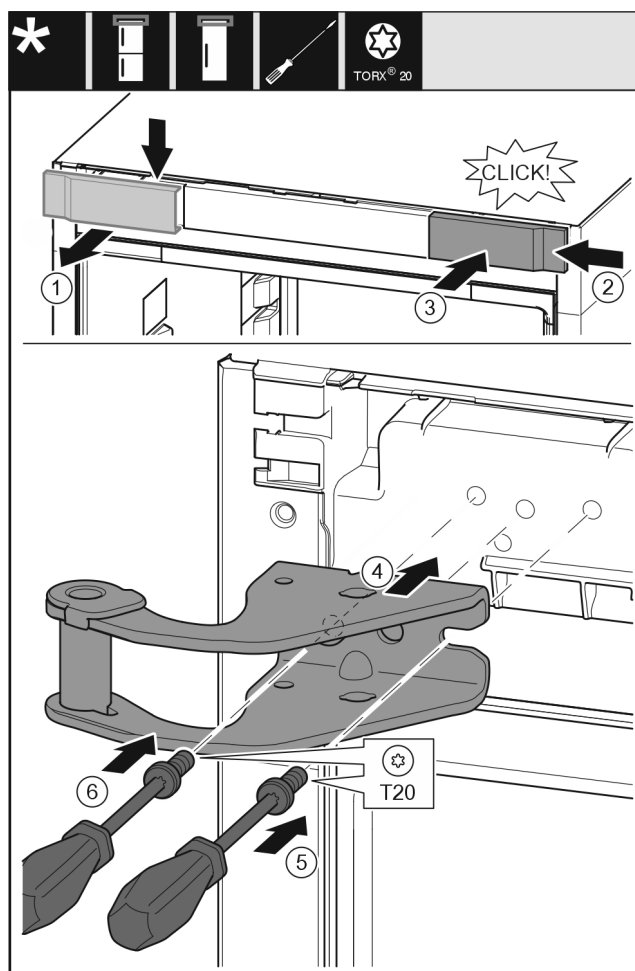

Fig. 29
- Retirer le cache du haut vers l'avant. Fig. 29 (1)
- Accrocher le cache tourné de 180° de l'autre côté à droite. Fig. 29 (2)
- Encliqueter le cache. Fig. 29 (3)
- Mettre en place le support de palier supérieur. Fig. 29 (4)
- Mettre en place la vis avec un tournevis T20 et la serrer. Fig. 29 (5)
- Mettre en place la vis avec un tournevis T20 et la serrer. Fig. 29 (6)